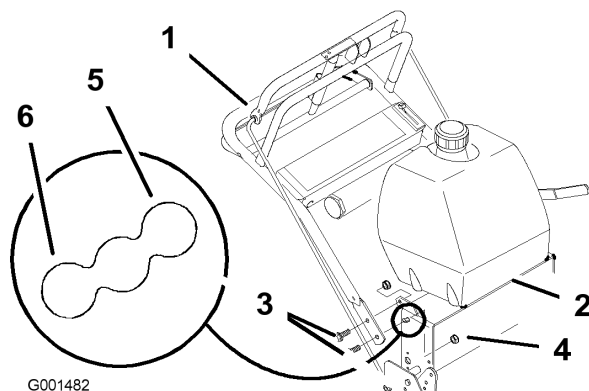

Figura 16
- Afloje los pernos con arandela prensada (3/8 x 1 pulgada) y la tuerca con arandela prensada que sujetan el manillar con el bastidor trasero (Figura 16).
- Quite los pernos inferiores con arandela prensada (3/8 x 1 pulgada) y las tuercas con arandela prensada que sujetan el manillar con el bastidor trasero (Figura 16).